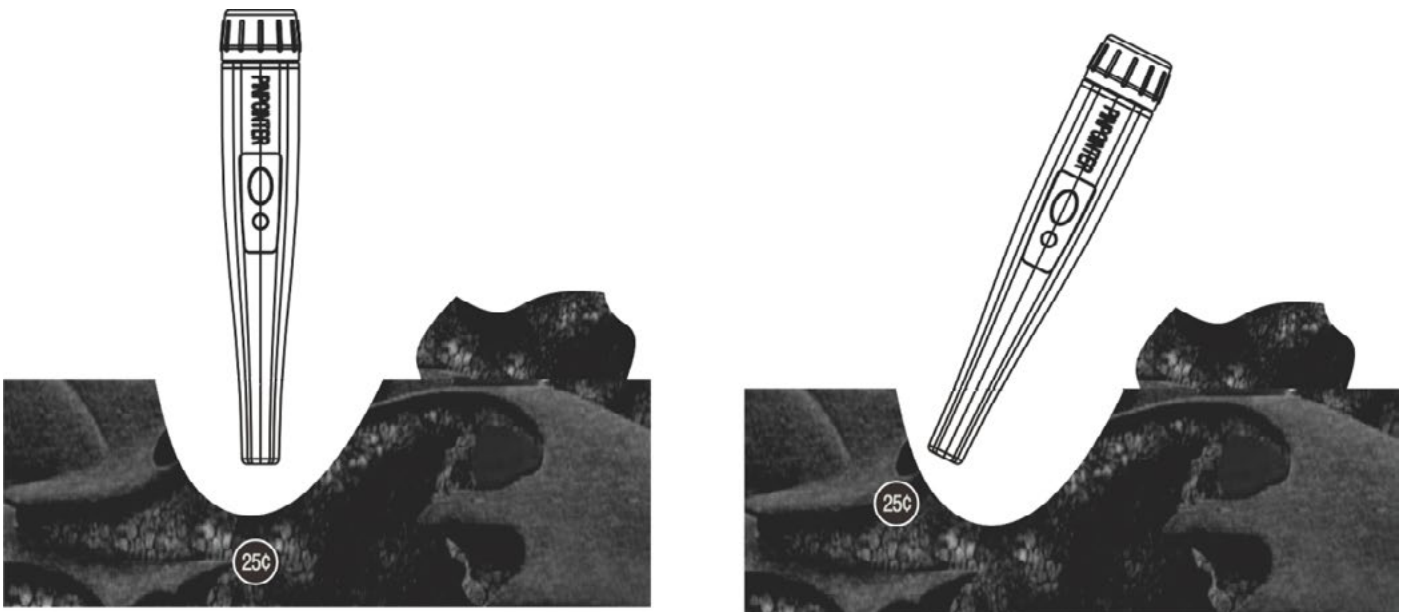

Fig.5 Scannez le fond et le paroi du trou
4. Si le détecteur n'émet pas de signaux sur le tas de terre, scannez le fond et le paroi du trou (Vor Fig. 5) afin de localiser précisément la cible.